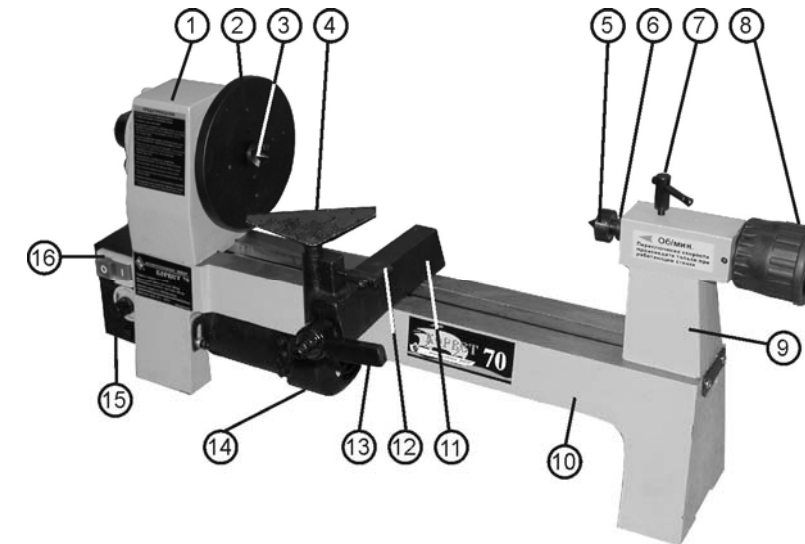

Рис. 2
7.1. Машина состоит из следующих сборочных единиц и деталей (Рис. 2):
9.1. Включение (Рис. 2)
9.2. Регулировка частоты вращения шпинделя передней бабки (Рис.2)
9.3. Задняя бабка (Рис. 2)
9.4. Резцедержатель (Рис. 2)